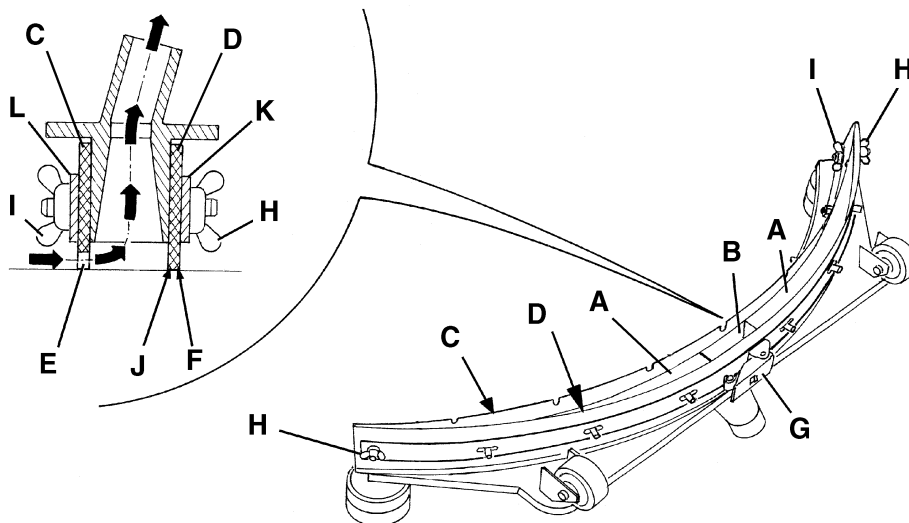
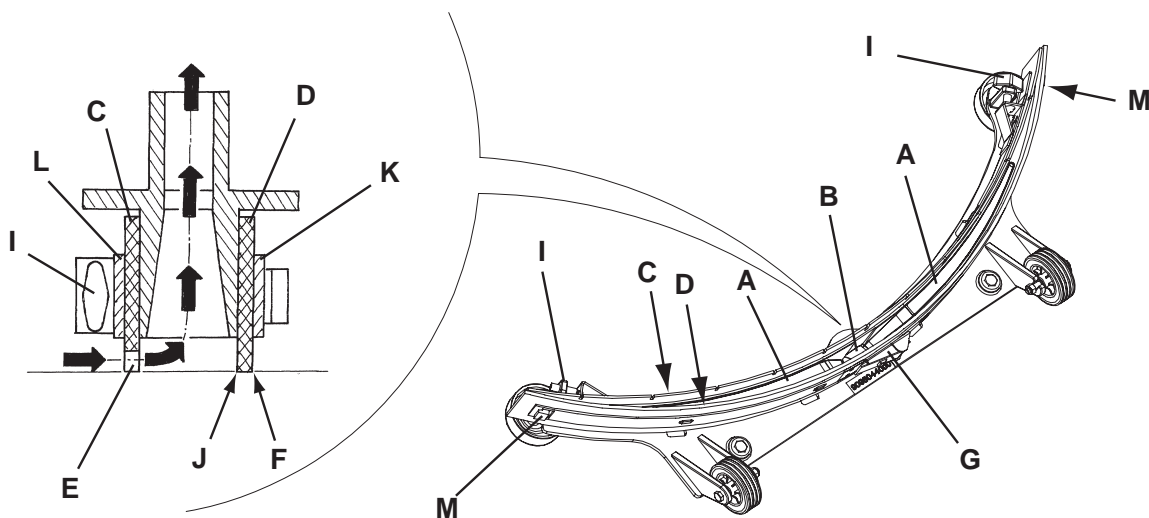

Figure 5
Figure 6
3. Baisser l'embouchure (25) au moyen du levier (10).
4. Desserrer les boutons (26) et déposer l'embouchure (25).
5. Déconnecter le tuyau d'aspiration (15) de l'embouchure.
6. Laver et nettoyer l'embouchure en acier (Fig. 5) ou en aluminium (Fig. 6). Nettoyer en particulier les compartiments (A, Fig. 5 ou 6) et l'orifice (B). Contrôler que la lamelle en caoutchouc avant (C) et la lamelle en caoutchouc arrière (D) sont intactes et qu'elles ne présentent pas de coupures ou déchirures ; en cas contraire, les remplacer (voir la procédure au paragraphe suivant).
1. Nettoyer l'embouchure en acier (Fig. 5) ou en aluminium (Fig. 6) comme indiqué au paragraphe précédent.
2. Contrôler que les bords (E, Fig. 5 ou 6) de la lamelle en caoutchouc avant (C) et les bords (F) de la lamelle en caoutchouc arrière (D) se posent simultanément sur le marbre de contrôle, et en toute leur longueur ; en cas contraire, régler leur hauteur en procédant selon les instructions suivantes :
- Dégager le tirant (G, Fig. 5 ou 6) et desserrer les écrous papillons (H, Fig. 5) ou décrocher les dispositifs de retenue (M, Fig. 6) ; régler la lamelle en caoutchouc arrière (D, Fig. 5 ou 6), puis serrer les écrous papillons ou accrocher les dispositifs de retenue et engager le tirant.
- Desserrer les boutons (I) et régler la lamelle en caoutchouc avant (C, Fig. 5 ou 6), puis serrer les boutons.
3. Contrôler que la lamelle en caoutchouc avant (C, Fig. 5 ou 6) et la lamelle en caoutchouc arrière (D) sont intactes et qu'elles ne présentent pas de coupures ou déchirures ; en cas contraire, les remplacer en procédant comme suit. Contrôler que l'arête (J) de la lamelle en caoutchouc arrière n'est pas usée ; en cas contraire, tourner la lamelle en caoutchouc, en remplaçant l'arête usée avec l'une des trois arêtes intactes. Si toutes les arêtes sont usées, remplacer la lamelle en caoutchouc en procédant comme suit :
- Dégager le tirant (G), déposer les écrous papillons (H) ou décrocher les dispositifs de retenue (M), remplacer la bande de retenue (K) et remplacer/tourner la lamelle en caoutchouc arrière (D).